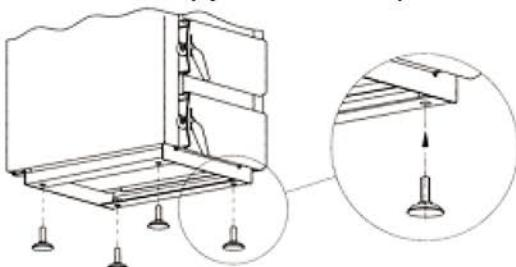

Рис. 4 Горизонтальне встановлення котла
A. Котел разом з теплообмінником встановити на негорючій основі, використовуючи теплоізоляючу плиту більшу принаймні по 2 см на сторону від бази котла. Якщо котел розміщений у підвалі, радимо поставити його на підмурівок висотою 5-10 см. Для горизонтального розміщення котла служать 4 ніжки, які можна вкрутити в отвори в основі котла (Рис.4).